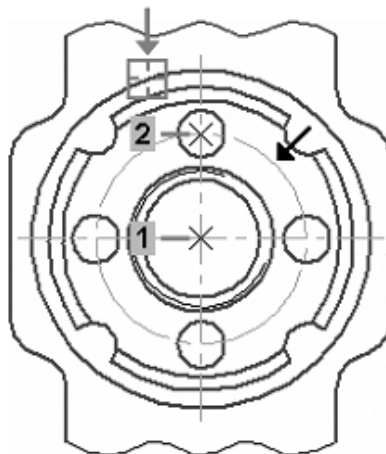

Рисунок 71.
5. В поле Угол на Панели свойств введите значение угла наклона 0 градусов— система проставит к окружности знак обозначения центра (рис. 71).